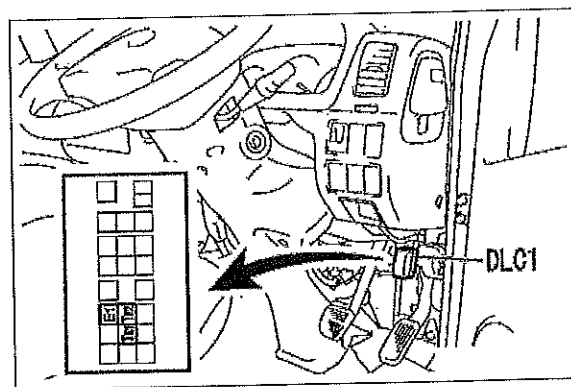

図5
- DLC1 の TE1、TE2 および E1 端子を短絡する。(図5参照)
(図5参照)